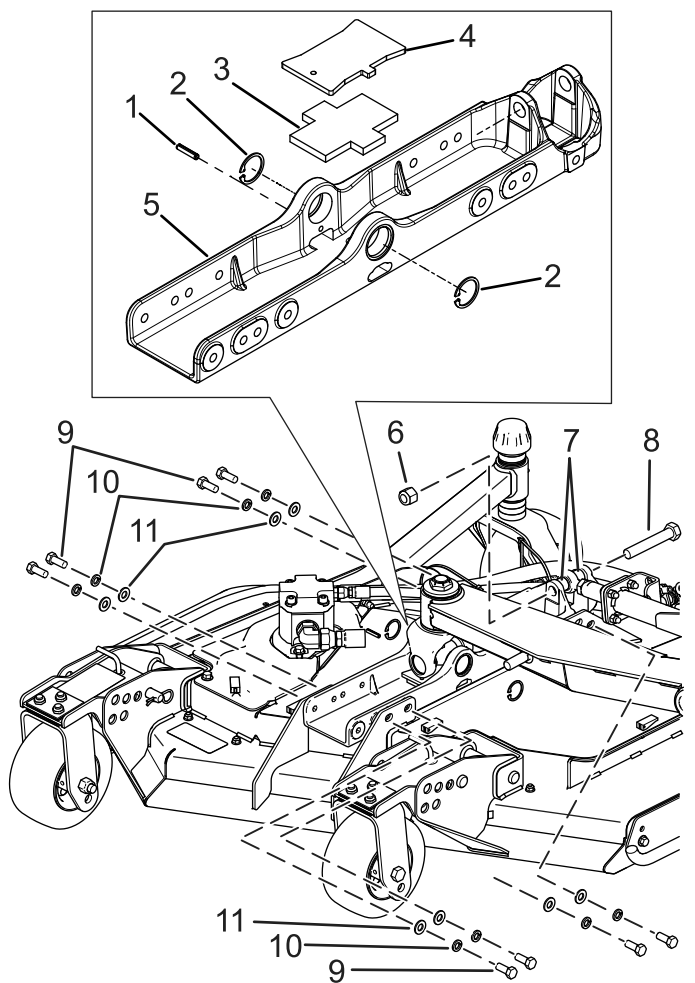
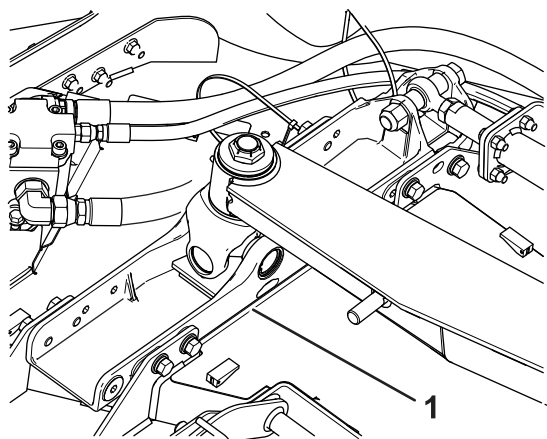

Figura 3
Figura 4
1. Remova os anéis de retenção de ambos os lados da junta em U como se mostra na Figura 3.
3. Remova o parafuso comprido existente (Figura 3).
4. Remova a placa e almofada de borracha (Figura 3). Deite fora a placa.
5. Retire os parafusos que prendem a montagem da plataforma à unidade de corte (Figura 3).
6. Remova o parafuso, porca de bloqueio e espaçadores que prendem o cilindro hidráulico à montagem da plataforma. Deite fora as ferragens e montagem da plataforma existente (Figura 3).
9. Instale os parafusos que prendem a montagens da plataforma na unidade de corte (Figura 3 e Figura 4); aperte com 102 N·m.
10. Instale as tampas da junta em U e prenda-as com os anéis de retenção previamente removidos (Figura 3).
11. Instale o cilindro hidráulico na montagem da plataforma com um parafuso ($\frac{3}{4}$ x $4\frac{1}{2}$ pol.), porca de bloqueio ($\frac{3}{4}$ pol.) e espaçadores (Figura 3); aperte com 136 N·m.